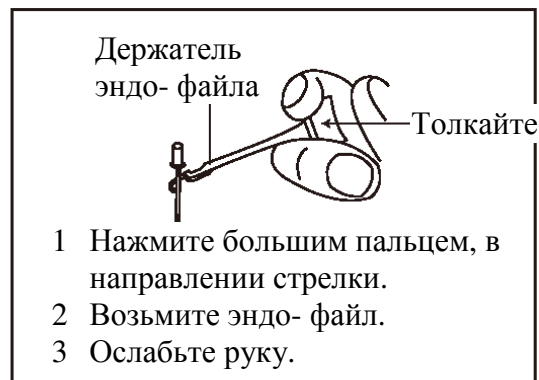

Рисунок 16
6.2.5 Зафиксировать файл держателем файла и ввести в корневой канал. Когда расстояние будет меньше 2 мм, раздастся непрерывный звуковой сигнал [Рисунок 16].